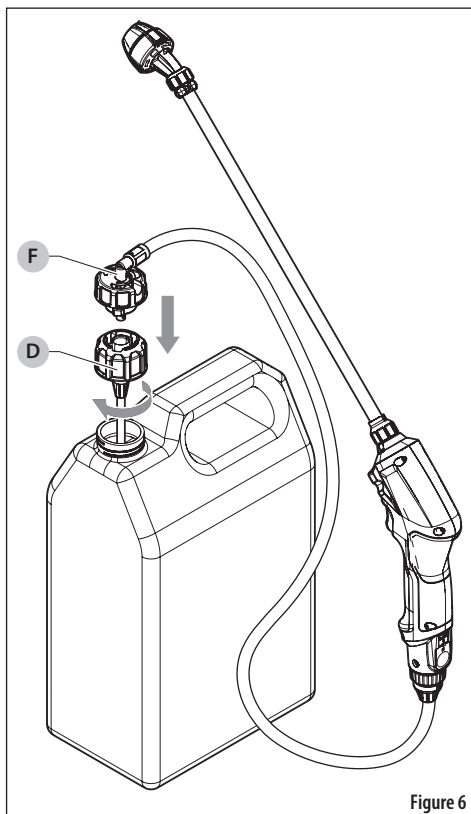

Figure 6
Le capuchon adaptateur universel (D) fixe la tige alimentée à batterie à n'importe quelle bouteille prête à l'emploi de 38mm étiqueté pour utilisation avec ce pulvérisateur. Voir Figure 6.
1. Insérez le tube plongeur sur le capuchon RTU (D) dans la bouteille de votre choix. Tournez le capuchon dans le sens des aiguilles d'une montre jusqu'à ce qu'il soit fixé à la bouteille.
2. Alignez les languettes de raccord cannelé (F) avec le capuchon RTU (D), poussez le raccord cannelé dans le capuchon RTU jusqu'à ce qu'il s'arrête.